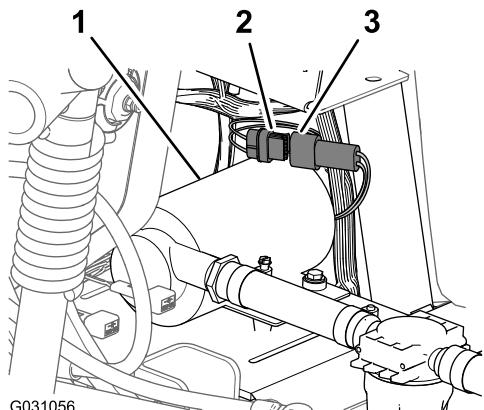

图 238
1. 将冲洗泵线束的 6 针接头接入后主线束的 6 插槽接头图 238。